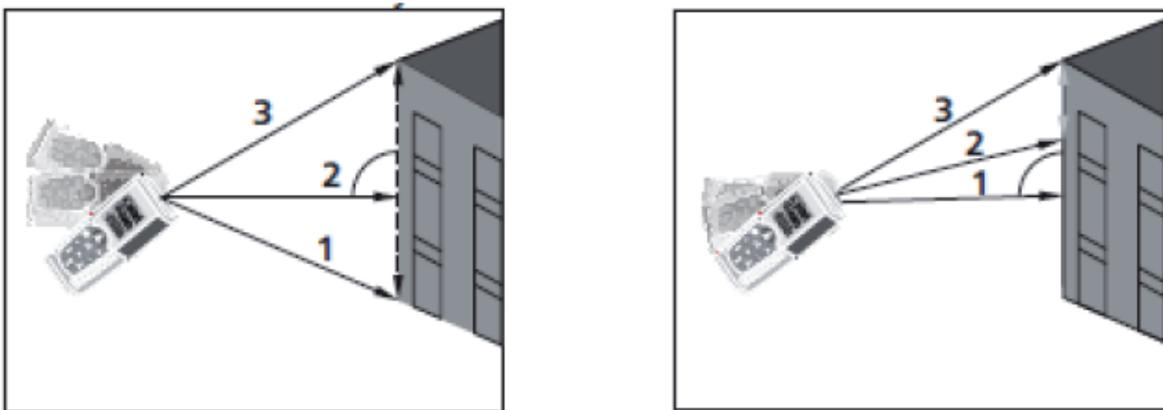

Fig. 8: Exemplos de medições Indiretas com 3 pontos
3. Colocar o instrumento no ponto mais baixo (1) da medição (ver Fig. 8) e premir o botão . O resultado é apresentado no primeiro display parcial. O símbolo “” é apresentado no display com o lado “2” intermitente
4. Colocar o instrumento na posição mais horizontal possível (2) da medição (ver Fig. 8) e premir o botão  para efetuar a medição. O resultado é apresentado no segundo display parcial. O símbolo “” é apresentado no display com o lado “3” intermitente
5. Colocar o instrumento no ponto mais alto (3) da medição (ver Fig. 8) e premir o botão  para efetuar a medição